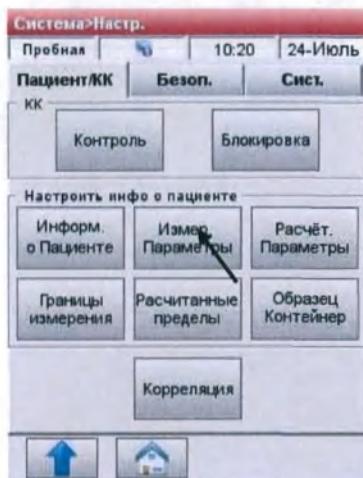

Рис.3-23 Измеряемые параметры
2. В таблице **<Пациент/КК>**, нажмите **<Измеряемые параметры>**. (Рис.3-23),